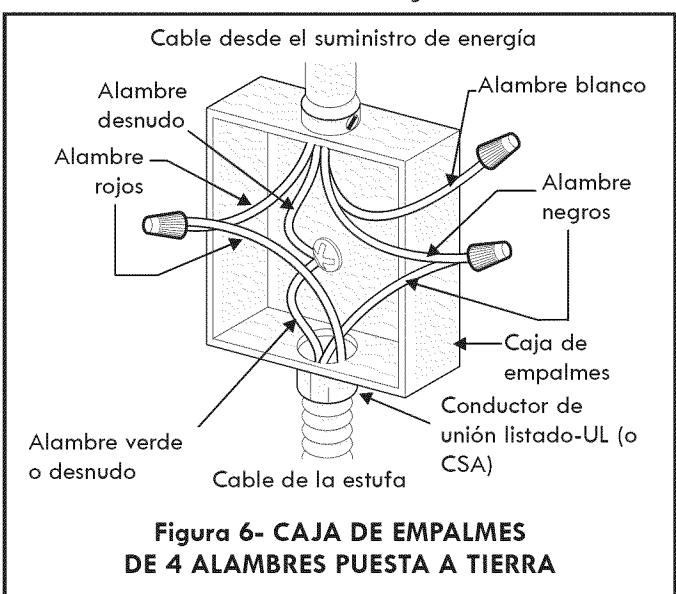

**Figura 5 - CAJA DE EMPALMES
Si su cocina tiene un cable de 4 hilos que debe conectarse a una caja de juntas con conexión a tierra de 3 hilos (ver figura 5):
2. En el interruptor automático, caja de fusibles o caja de juntas: conectar el aparato y los cables residenciales como se muestra en la figura 5.